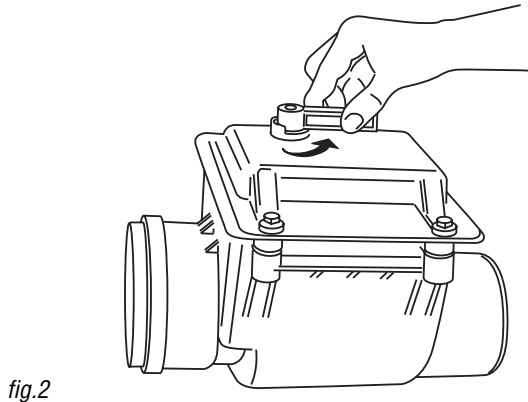

fig.2
**Mise en oeuvre** Le clapet anti-retour permet l'évacuation des eaux (usées ou pluviales) et sert à éviter tout refoulement accidentel par fermeture automatique. Pour un écoulement normal, s'assurer que la poignée soit placée dans le sens indiqué par la fig.2